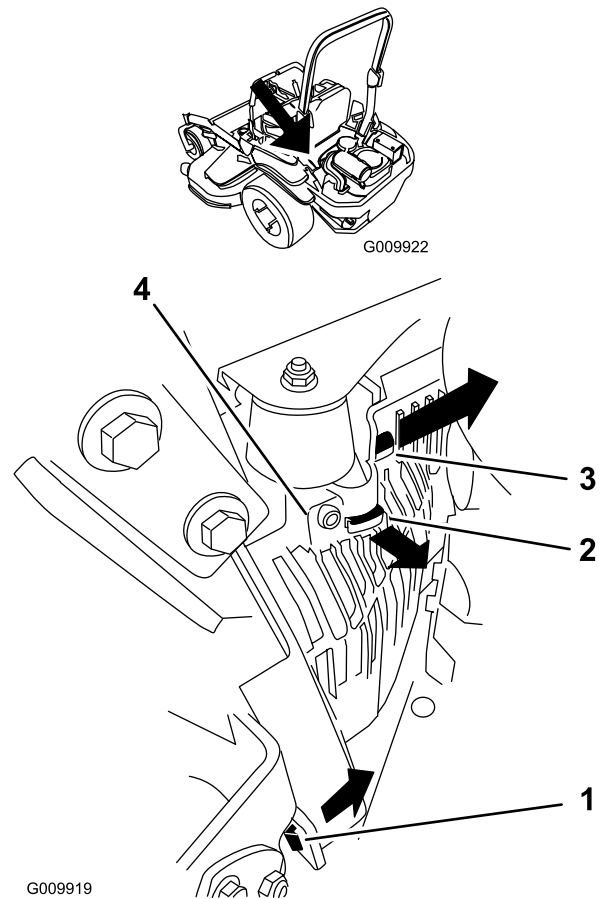

Figura 54
3. Retire la cubierta de la unidad hidráulica izquierda en el orden indicado en Figura 54.
5. Instale la cubierta de la unidad hidráulica izquierda (Figura 54).